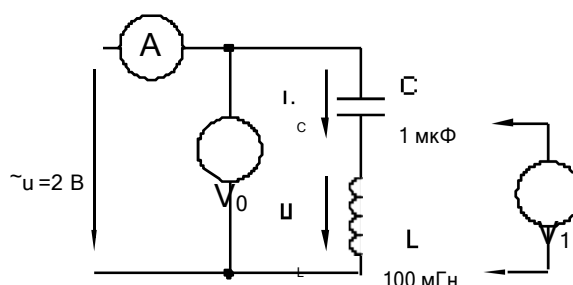

Рис. 1. Схема эксперимента
- Соберите цепь согласно схеме (рис. 1), подсоедините регулируемый источник синусоидального напряжения и установите напряжение на его входе 2 В.